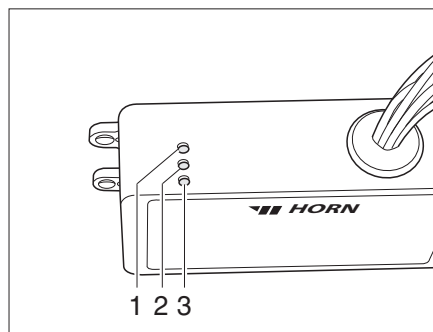

Fig. 218 Aparato regulador
El aparato regulador (Fig. 218) está montado en el armario ropero. Las luces de control del aparato regulador tienen el siguiente significado:
- La luz de control (Fig. 218,2) se enciende verde: Regulación en funcionamiento.
- La luz de control (Fig. 218,1) se enciende roja: Se está calentando el depósito de aguas residuales.
- La luz de control (Fig. 218,3) se enciende roja: Las tuberías de aguas residuales se calientan.